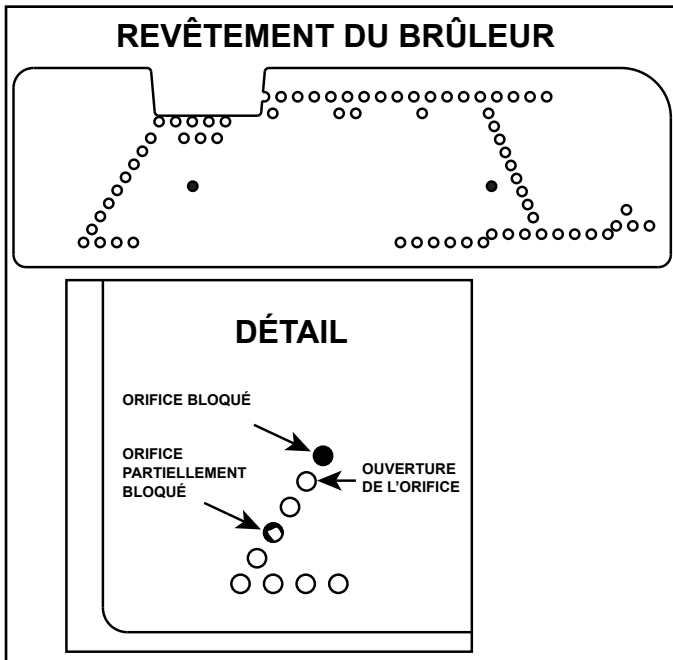

Figure 11.10 Vérifier les orifices du brûleur
2. Retirez le revêtement du brûleur de l'emballage. Vérifiez que tous les orifices ne sont pas obstrués. Voir la figure 11.10.